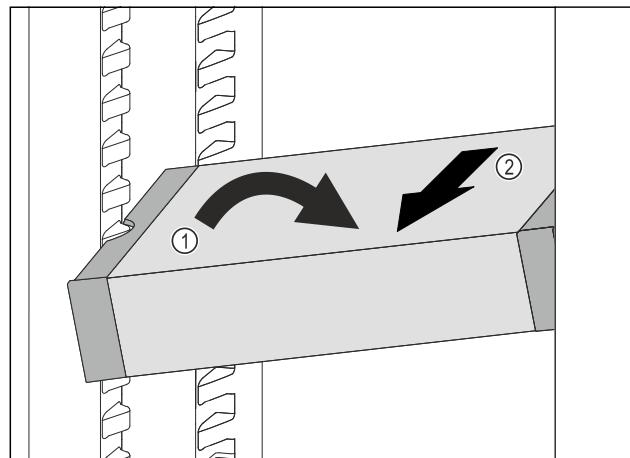

Fig. 79
- Poziționați oblic VarioSafe în frigider. Fig. 79 (1)
- Extrageți VarioSafe spre înație. Fig. 79 (2)